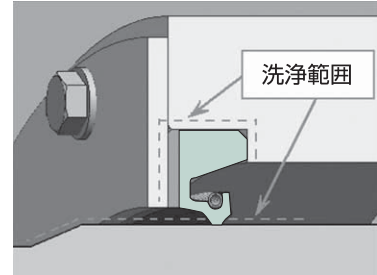

図3-1
- ②シールのリップにキズがないか確認し、ガータースプリングのあるものは正常な位置にあるか確認して下さい。また、作業中にリップ部分にキズをつけないよう充分注意して下さい。
- ③軸表面、ハウジング内面に、防錆油、ダストなどの異物がついていないか確認し、ついている場合にはよく洗浄して下さい。(図3-1)